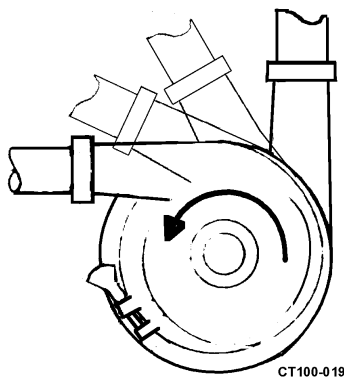

Figura 6 - Posizioni raccomandate di scarico
- L'alloggiamento della pompa può essere ruotato con la connessione di scarico rivolta in qualsiasi direzione; le prestazioni migliori della pompa si ottengono con l'uscita rivolta verso l'alto, a sinistra, o in posizioni intermedie. Queste posizioni garantiscono un alloggiamento inondato e impedisce problemi provocati dall'aria nel sistema. Vedere Figura 6.
- Controllare la rotazione della pompa in seguito all'installazione elettrica. La direzione corretta di rotazione è in senso antiorario quando si guarda la connessione di ingresso della pompa. Vedere Figura 6 a pagina 14.